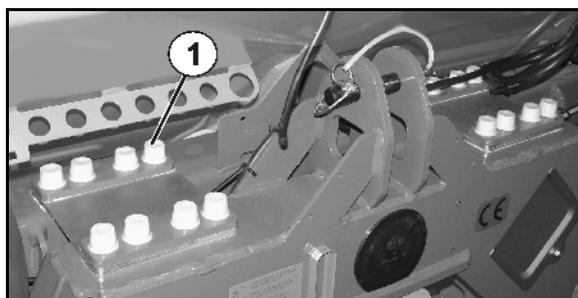

Fig. 54
- 2 x 8 tornillos de los muelles laminados (Fig. 54/1)